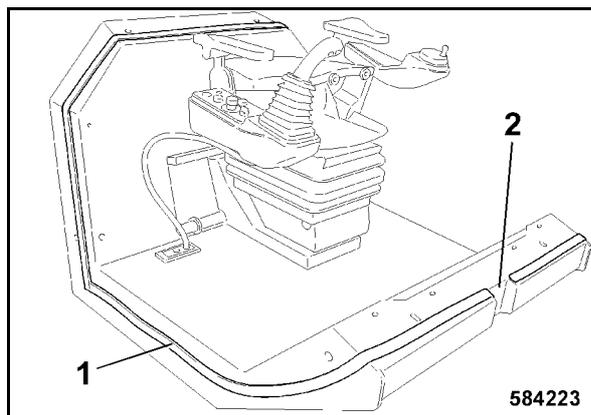

Рис. 207
- Наклеить уплотнительную ленту 1 (Рис. 207) вокруг водительского места.
- Не клеить уплотнительную ленту поверх передней выемки водительского места (2), так как это является воздухозаборником для вентиляции кабины.